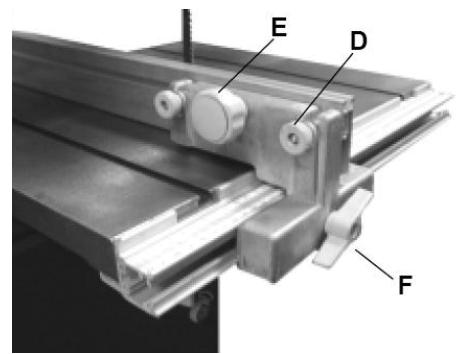

Рис. 7
- Двумя маленькими ручками и болтами M6x40 (D) прикрепите направляющую (C) к опоре направляющей (B), для регулировки и фиксации положения используйте большую ручку (E), как показано на Рис. 7.
- Вертикальная и горизонтальная регулировка направляющей упора(С) производится двумя маленьким ручками (D) и большой центральной ручкой (E) (Рис. 7).